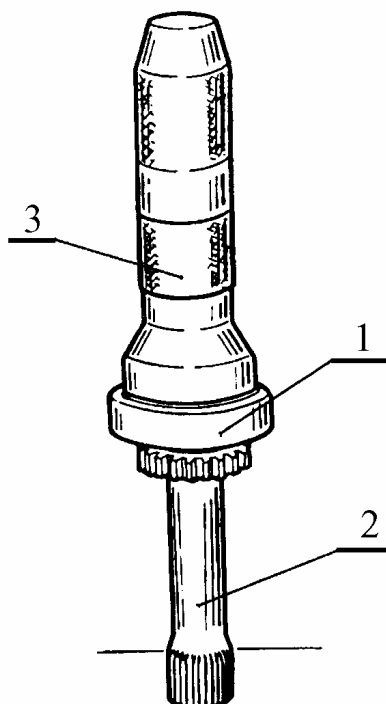

Рис.44. Напрессовка на вал привода переднего моста:
5.4.1 Напрессовать подшипник 1, рис.44, на вал 2 привода переднего моста (молоток и оправка 41.7853-4028).